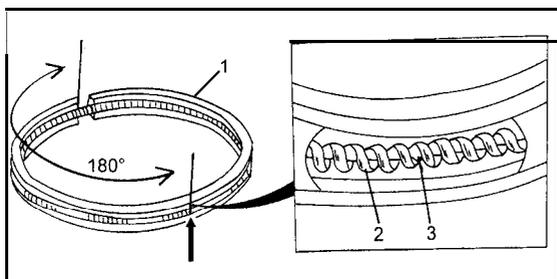

Bild 72
- Kolbenringstösse in gleichmässigen Abständen von 120° auf dem Umfang des Kolbens verteilen. Kontrollieren, dass die Kennzeichnung „Top“ oder der Name des Herstellers nach Aufsetzen der Pleuelstange von der Oberseite aus lesbar ist. Den mehrteiligen Ölabbreifer so verdrehen, dass die Federenden um 180° vom Ringstoss versetzt sind. Vor dem weiteren Zusammenbau die so aufgelegten Pleuelstangen anhand von Bild 71 nochmals kontrollieren. Bild 72 zeigt einen Schnitt durch einen zusammen-